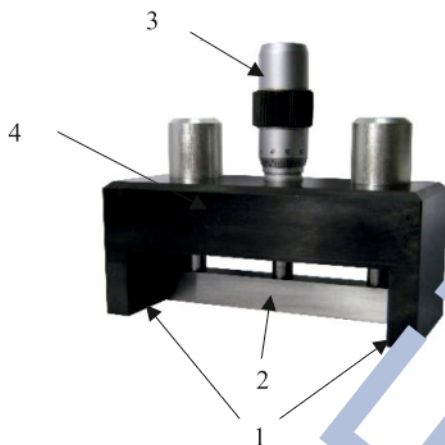

Рисунок 1 – Внешний вид аппликатора
1.3.1 Аппликатор имеет две опорные базы (рис.1, поз.1) и пластину (рис.1, поз.2). Пластина равномерно поднимается и опускается внутри пазов опорных баз. Микрометрическая головка (рис.1, поз.3), установленная на крышке (рис.1, поз.4), позволяет регулировать величину зазора.